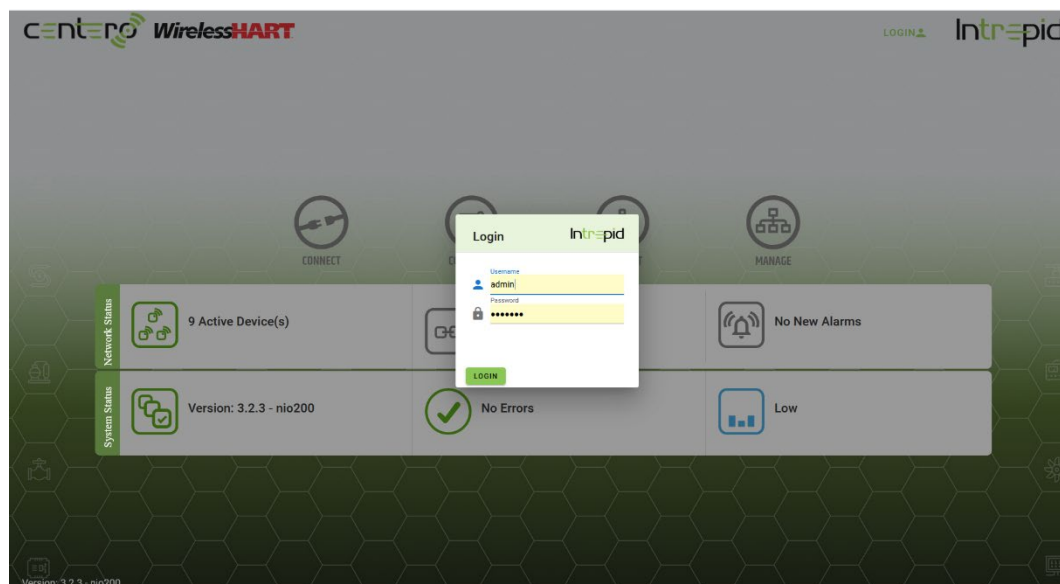

Figura 5.6 – Visão geral da Plataforma INTREPID
- Pressione *Login* localizado no canto superior direito da janela, ao lado do logotipo *INTREPID*, para fazer login na plataforma. Está destacado na Figura 5.6.